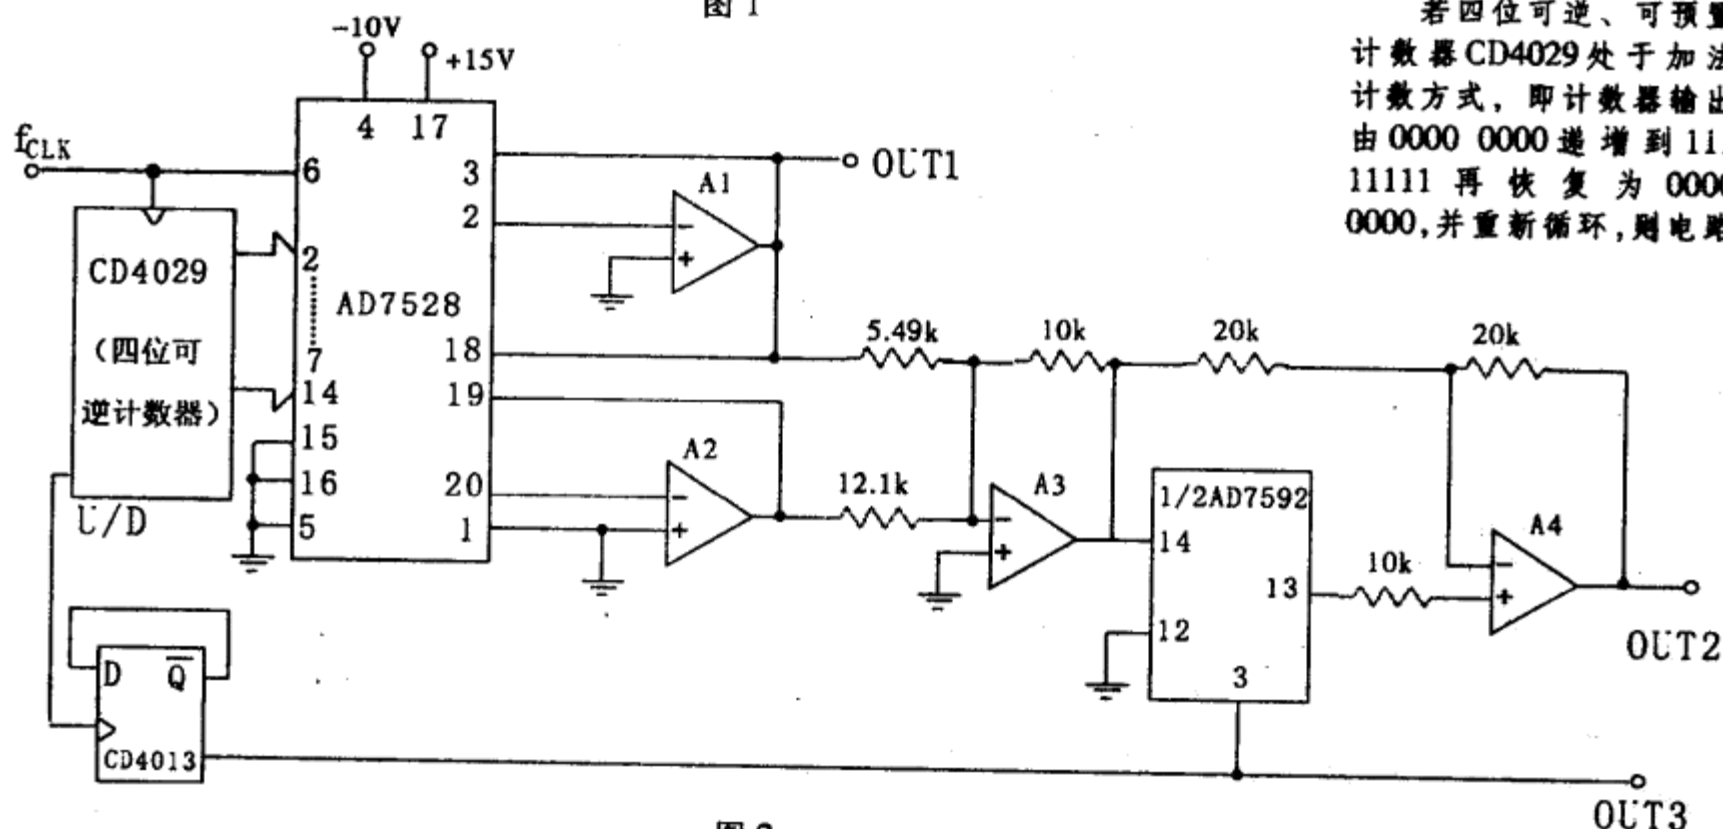
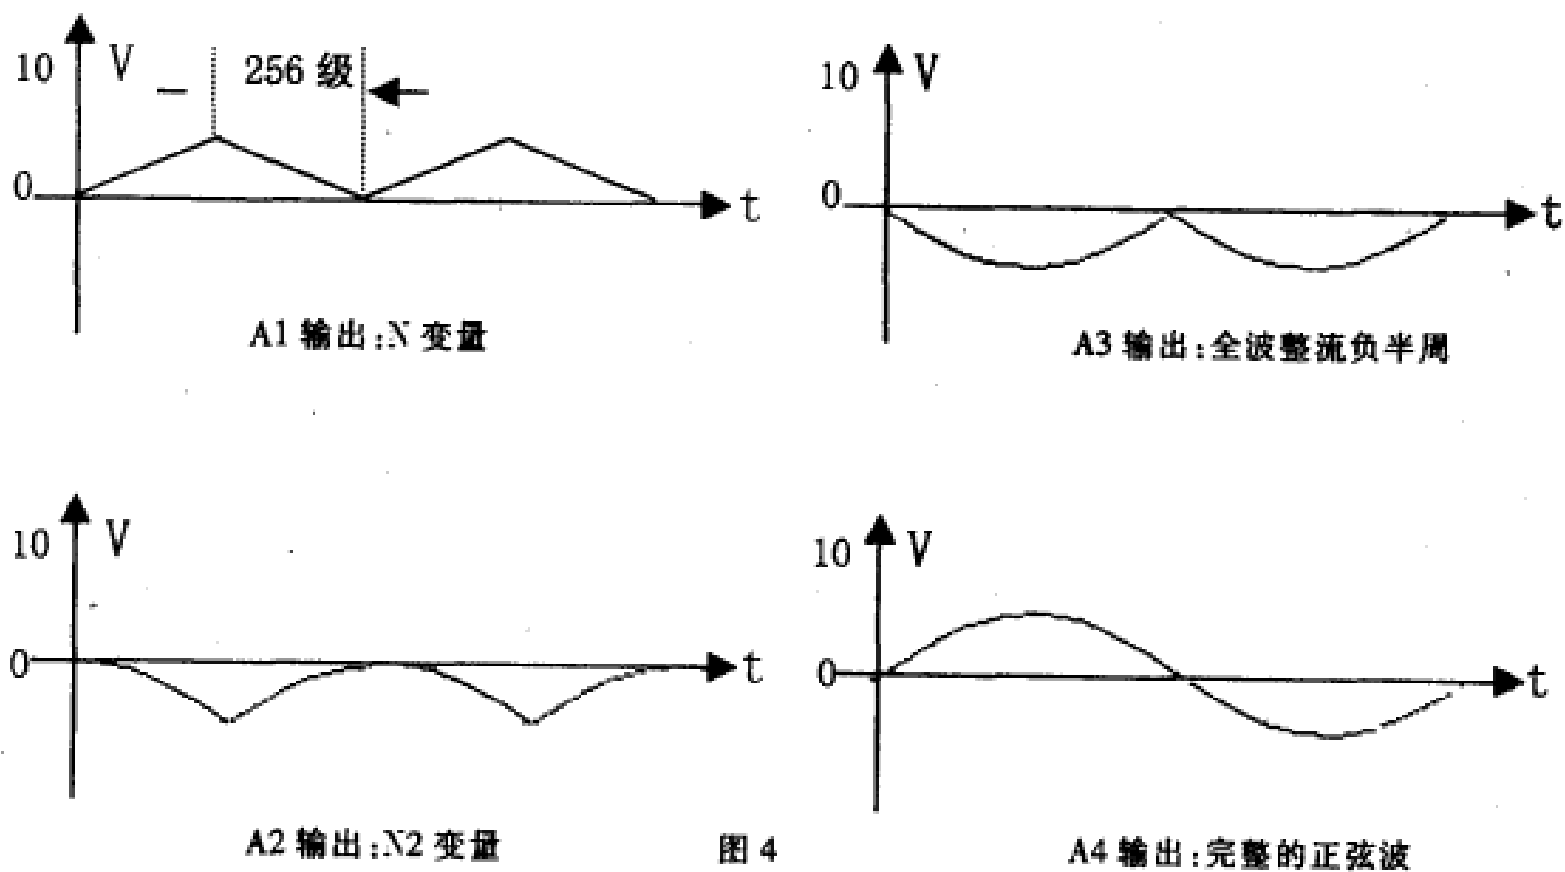

图2
图 4
输出一个延伸的锯齿波。若计数器采用减法计数方式,即其输出由1111 1111递减到0000 0000的循环,则DAC产生的是负向延伸的锯齿波。若采用加减计数器,即计数器输出从0000 0000递增到1111 111,再由1111 111递减到0000 0000,则电路输出三角波(图2中的OUT1输出)。只把计数器的最高位和数模转换器的对应输入位相连,而把DAC的其它输入位接地,则电路输出方波(图2中的OUT3输出)。采用函数拟合(函数拟合法是指把数学关系从一种形式变换为另一种物理上可实现的实现的方法),通过DAC则产生一个频率极低并且稳定的正弦波(图2中的OUT2输出)。下面具体阐述一下如何实现正弦波输出。对于正弦函数 $Y=\sin X$ ,在 $N=2X/\pi(0\leq N\leq$
1)的条件下,可用多项式 $Y=1.828N-0.828N^2$ 来拟合。图2即是能实现这个拟合关系的电路。图中,由时钟驱动的计数器可连续的进行加/减计数,并在每次达到零计数值时产生一个借位脉冲。计数器的输出连AD7528两个DAC的输入。AD7528是含两个8位CMOS乘法型DAC的集成芯片。图中由于片选信号第⑬脚和写入信号第⑯脚接地,因此DAC的输入数据可随引脚的控制信号直接进入DACA或DACB,对DACA而言,参考电压是固定的-10V,因此其输出随输入端计数值的增减形成三角波,三角波的上升边和下降边均由256级组成并经运放A1输出,它代表N变量。如图4所示。▲